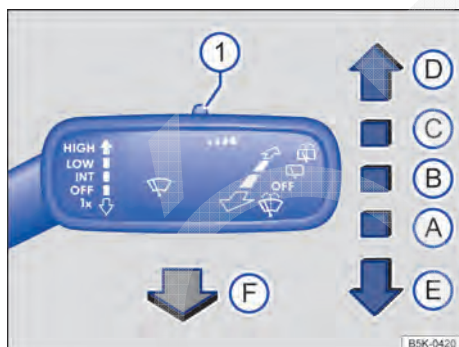

Fig. 99 À direita da coluna de direção: comandar os limpadores do para-brisa.
- Pressionar a alavanca dos limpadores do para-brisa brevemente para baixo → **Fig. 99** **E**.